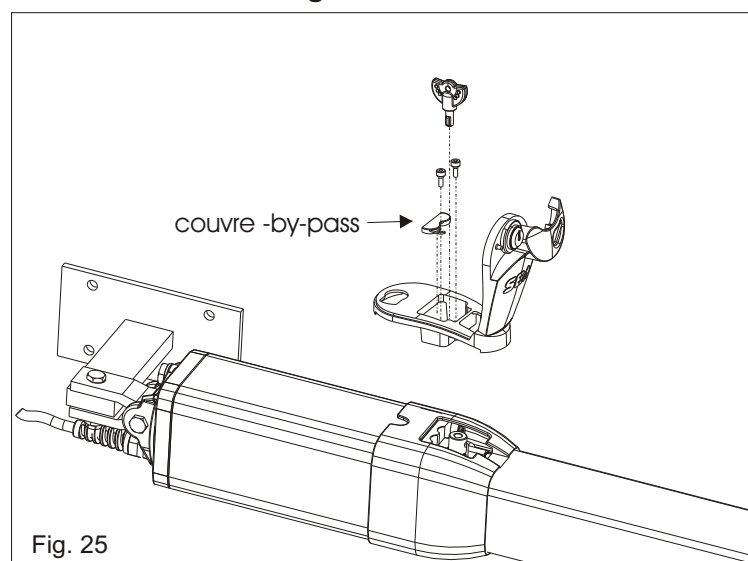

Fig. 25
**ATTENTION:** Le montage du déverrouillage en aluminium doit être effectué comme indique dans fig. 25 seul et uniquement après avoir terminé toutes les opérations d'installation et montage du couvre tige et du tarage des valves by-pass.